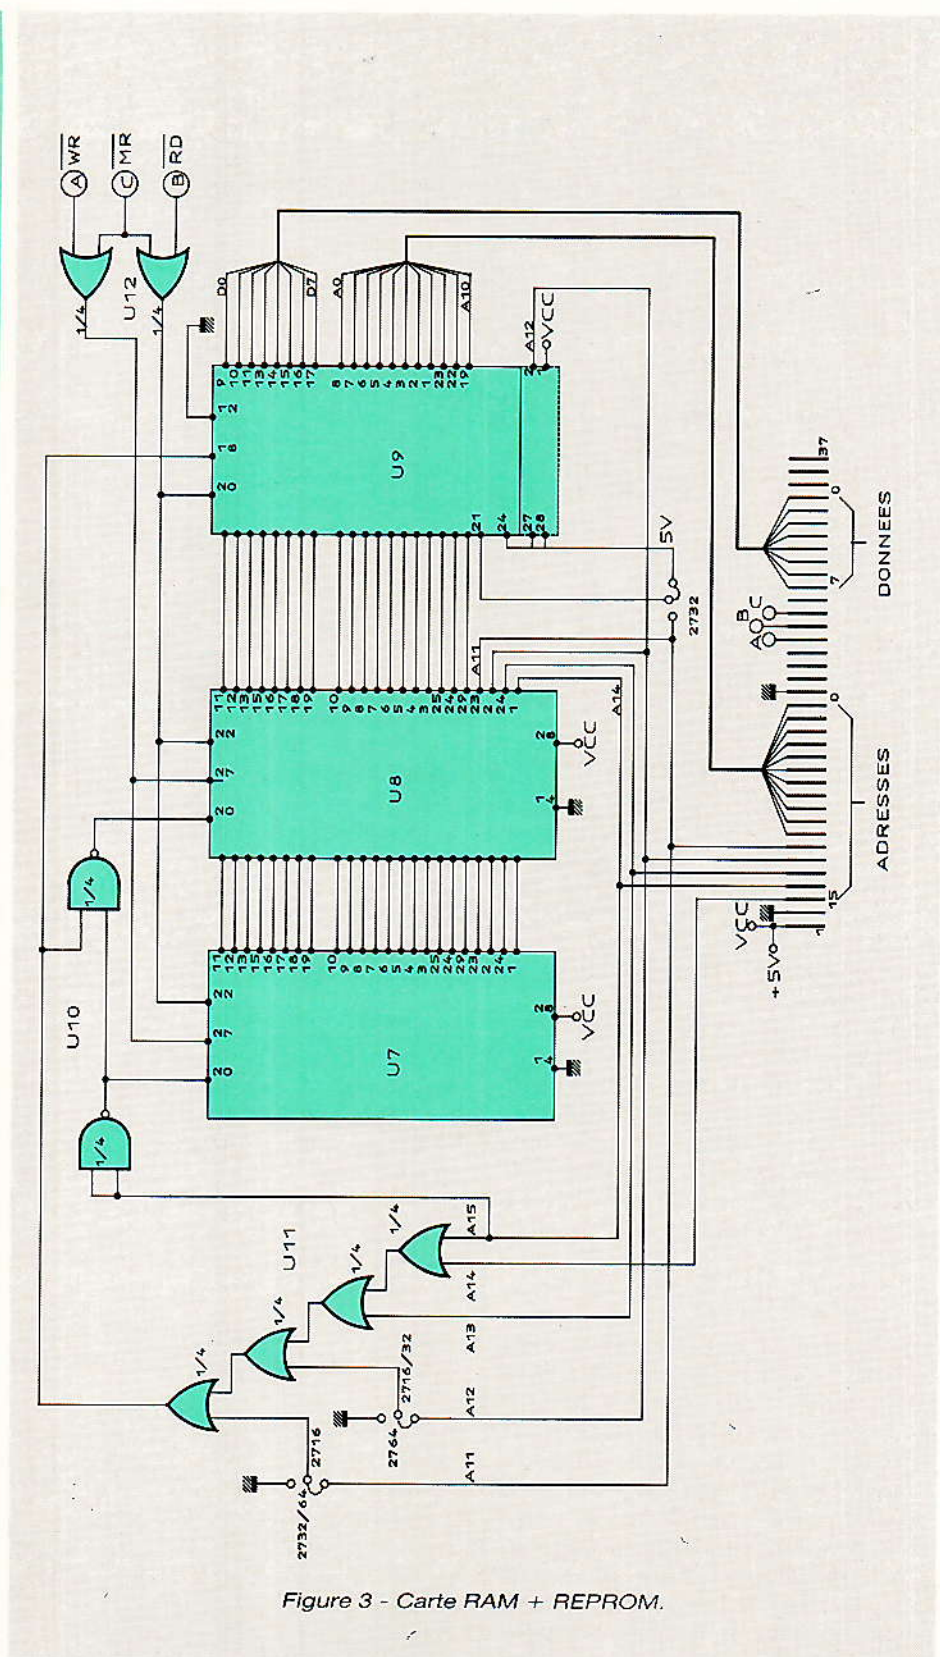

Figure 3 - Carte RAM + REPRM.
adressable en RAM. Dans le cas du tampon pour imprimante, l'Eprom est une 2716, il reste donc 62 kilos adressables en RAM. Deux circuits suffisent pour atteindre une telle capacité, il s'agit des 43 256 qui sont organisés en 32 kO et ne demandent pas de rafraichissement (RAM statique)... La validation des circuits est assurée par les circuits U10 et U11. Seuls 30 kilos sont utilisés dans U8, les deux kilos restants sont masqués par la 2716. Les 2764 utilisent 28 broches alors que les 2716 et 2732 n'en comptent que 24 ; il est donc impératif de bien positionner les 2716 (32) sur la gauche du support 28 broches afin d'éviter toute détérioration du matériel. Pour plus de détails, on se reportera au schéma de la **figure 3** ainsi qu'au tableau de répartition de l'espace adressable de la **figure 4**. Le circuit U12 assure la synchronisation des signaux de lecture et écriture des mémoires avec le signal-MREQ issu du microprocesseur.